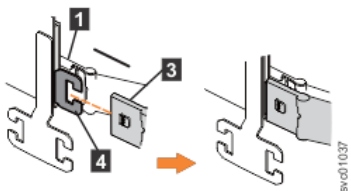

图 75. 将上部 CMA 的外部连接器安装到支撑导轨的外部构件上
3. 将上部 CMA 组合件的外部连接器 (3) 安装到左侧支撑导轨的外部构件 (4) 上, 如第 61 页的图 75 中所示。